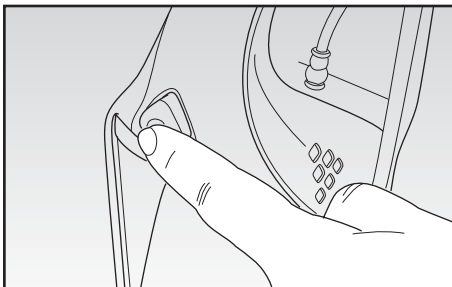

Abb. 2
- Das tragbare Teil (C) richtig in das Gehäuse des Geräts (M) einsetzen, die Einschalttaste (B) am abnehmbaren Teil (C) drücken und den Griff nach hinten in die typische Gebrauchsstellung ziehen (Abb. 2).
- Zur Reinigung großer Flächen, die Bürste (L) nach vorn drücken.